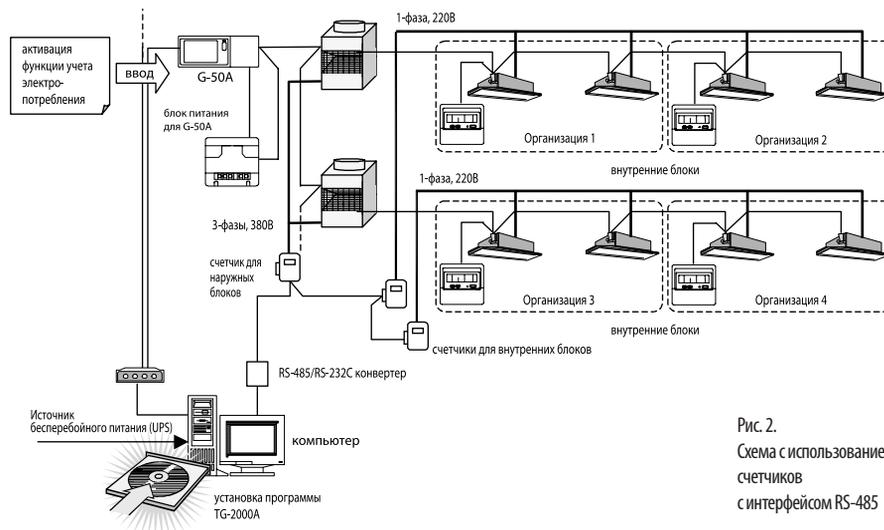

Рис. 2. Схема с использованием счетчиков с интерфейсом RS-485
2. Второй способ учета полностью автоматизирован за счет использования счетчиков с интерфейсом RS-485, подключаемых к компьютеру (рис. 2).
Схему, представленную на рис. 2, можно упростить, исключив счетчики в цепи питания внутренних блоков. В этом случае внутренние блоки подключаются через общий ввод данной организации, квартиры и т.п., то есть их электропотребление учитывается, например, квартирным счетчиком. Взаимодействие со счетчиками осуществляет программа TG-2000A, поэтому допускается установка только приборов, указанных в таблице 2.
3. При всех достоинствах второго способа учета, в схеме на рис. 2 можно обнаружить один недостаток: сбор информации со счетчиков ведет компьютер. При его неисправности данные об электропотреблении не будут учтены за этот промежуток времени. Для повышения надежности системы учета устанавливается программируемый контроллер, который собирает, хранит и передает информацию со счетчиков по сети Ethernet в компьютер. В результате, обе цепи передачи данных: – о производительности внутренних блоков и о суммарном электропотреблении, – не зависят от исправности компьютера.